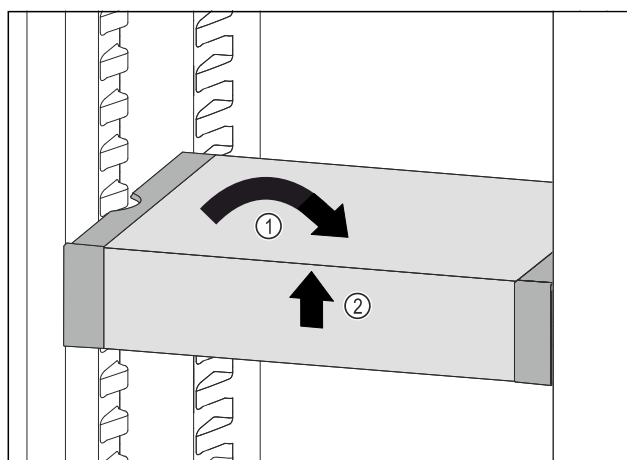

Fig. 125
- ▶ Ispravite VarioSafe. Fig. 125 (1)
- ▶ Podignite sprijeda VarioSafe. Fig. 125 (2)